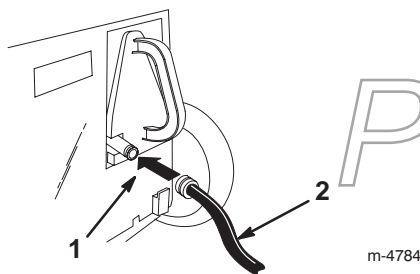

Bild 21
3. Heben Sie die hintere Klappe hoch und bringen Sie die Kupplung am Spülanschluss des Recyclingverschlusses an (Bild 21).